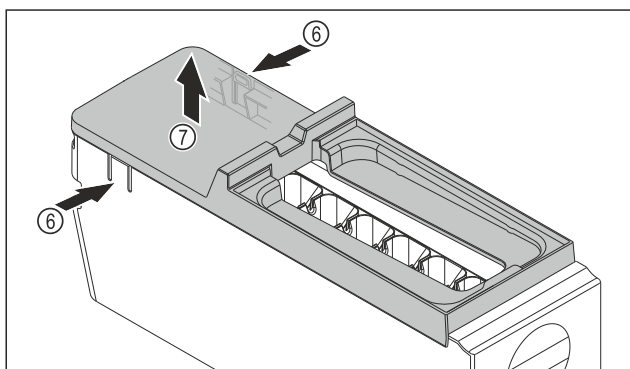

Fig. 83
- ▶ Изваждане на капака на корпуса на EasyTwist-Ice: Натиснете езичетата Fig. 83 (6) от двете страни на корпуса на EasyTwist-Ice с една ръка.
- ▶ С другата ръка извадете капака Fig. 83 (7) нагоре.